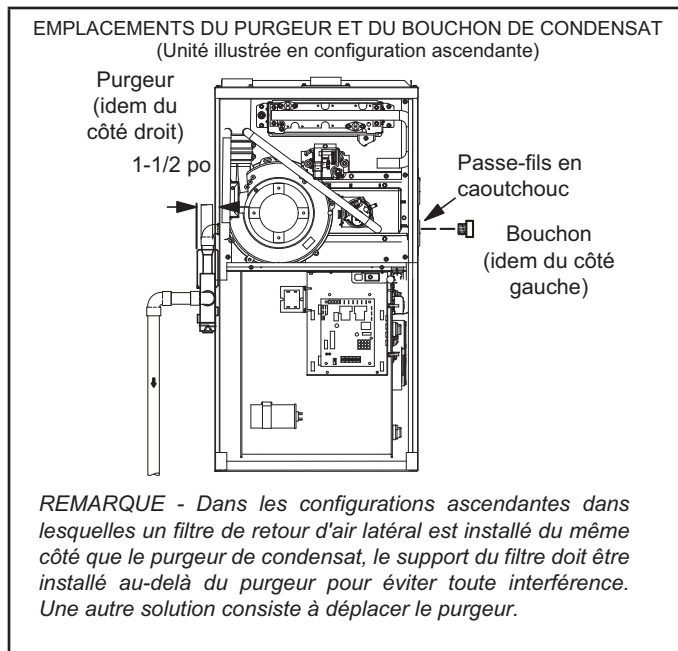
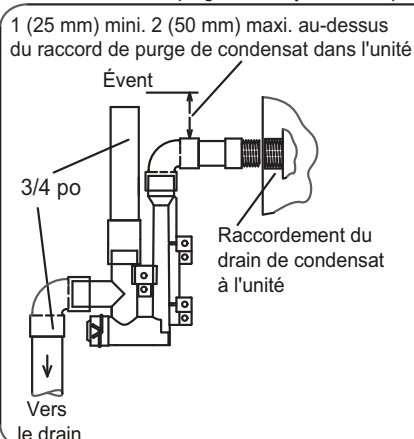

FIGURE 46
FIGURE 54
Cette unité est prévue pour une sortie à gauche ou à droite du tuyau de condensat en configuration ascendante. En configuration horizontale, le purgeur de condensat doit se prolonger en dessous du générateur. Prévoir un dégagement d'entretien de 8 po pour le purgeur. Voir les FIGURE 46 et FIGURE 48 pour les emplacements du purgeur de condensat. La FIGURE 54 illustre le piège avec tuyau en PVC de 1/2 po ou de 3/4 po.
- 2 - Utiliser un grand tournevis à tête plate ou une douille d'entraînement de 1/2 po pour retirer le capuchon (FIGURE 46) du boîtier du collecteur de l'extrémité froide à l'emplacement approprié sur le côté de l'appareil. Installer un coude de 3/4 po NPT sur le boîtier du collecteur de l'extrémité froide. Utiliser de l'adhésif au Téflon ou un enduit d'enrobage approprié.
- 3 - Installer le bouchon sur l'ouverture de nettoyage à la base du purgeur. Fixer avec le collier. Voir FIGURE 54.
- 4 - Installer le purgeur avec des raccords en PVC appropriés et coller tous les joints. Coller le purgeur fourni comme illustré à la FIGURE 54. Acheminer le conduit de condensat jusqu'à un drain ouvert. La conduite de condensat doit maintenir une pente descendante de 1/4" entre l'appareil et le drain.